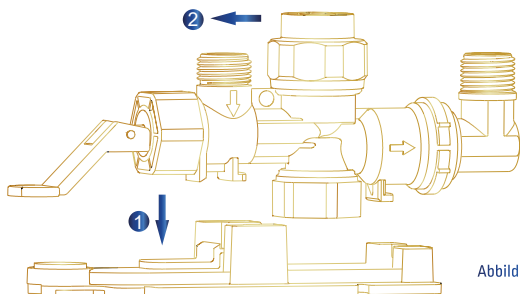

Abbildung 4
4. Nimm das Ventil wie in Abbildung 4 gezeigt von der Grundplatte ab und befestige die Grundplatte entweder mit Schrauben oder den 2 quadratischen doppelseitig klebenden Pads am Boden.
5. Nach der Installation am Kaltwasser-Eckventiladapter (bzw. Anschluss an den Geschirrspülmaschinen-Anschluss) verbindest Du den Schlauch vom Kaltwasseranschluss mit dem Eingang oben am Aquastop, siehe (1) in der Produktübersicht).
5. Falls die Ventilbaugruppe des Wasserleckage-Detektors ausgetauscht werden muss, gehe wie in Abbildung 4 und 5 beschrieben vor. Die Grundplatte kann auf der Montagefläche montiert bleiben.